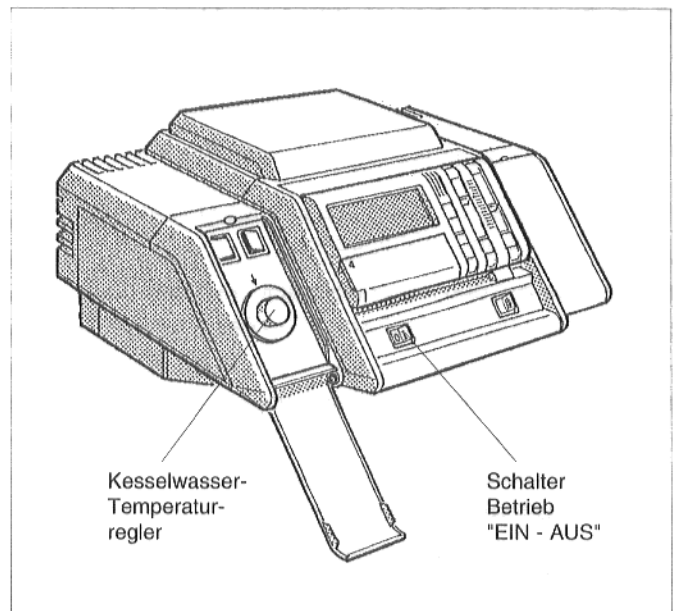

Abb. 22: Regelsystem 4000
- Schalter Betrieb (Abb. 22 bzw. 23) in Stellung I (EIN) stellen.
- Kesselwasser-Temperaturregler (Abb. 22 bzw. 23) auf "AUT" stellen.